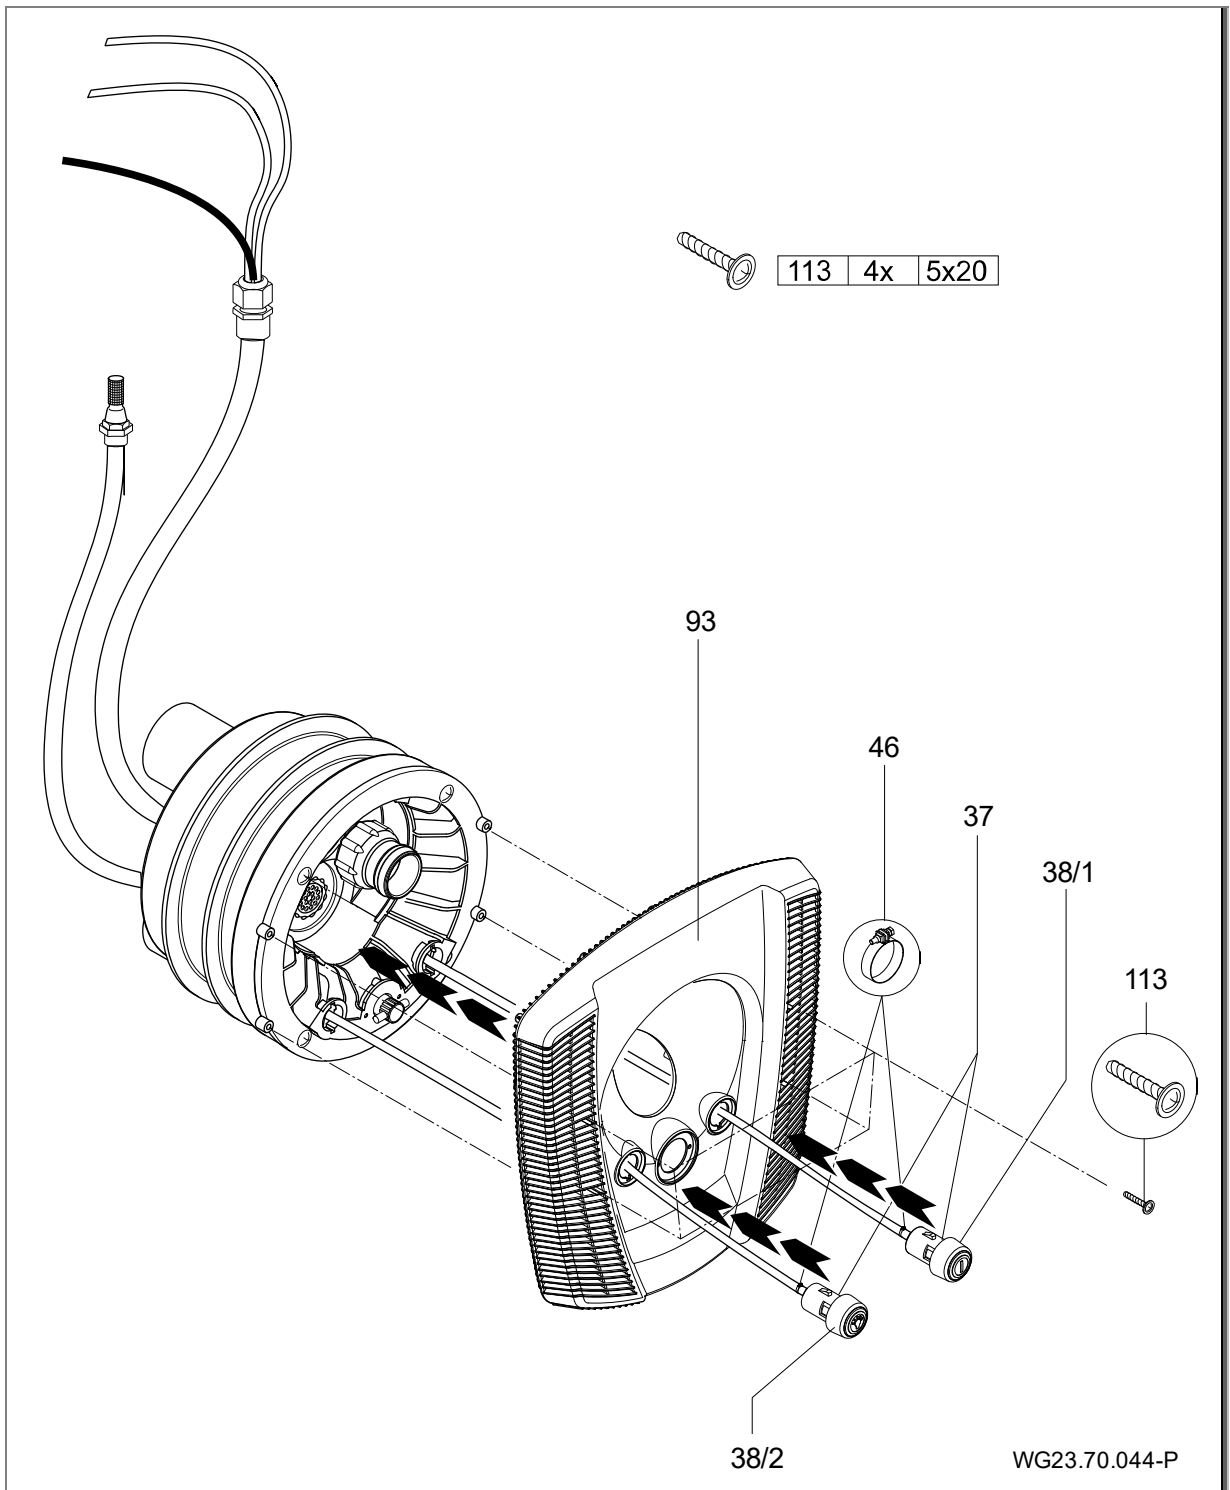

Fig. 18
6. Infilare i flessibili pneumatici nelle aperture nella copertura (93); luce ON/OFF a sinistra; pompa ON/OFF a destra; e fissarli con i rispettivi tasti alle fascette per tubi flessibili (46). (Fig. 18)